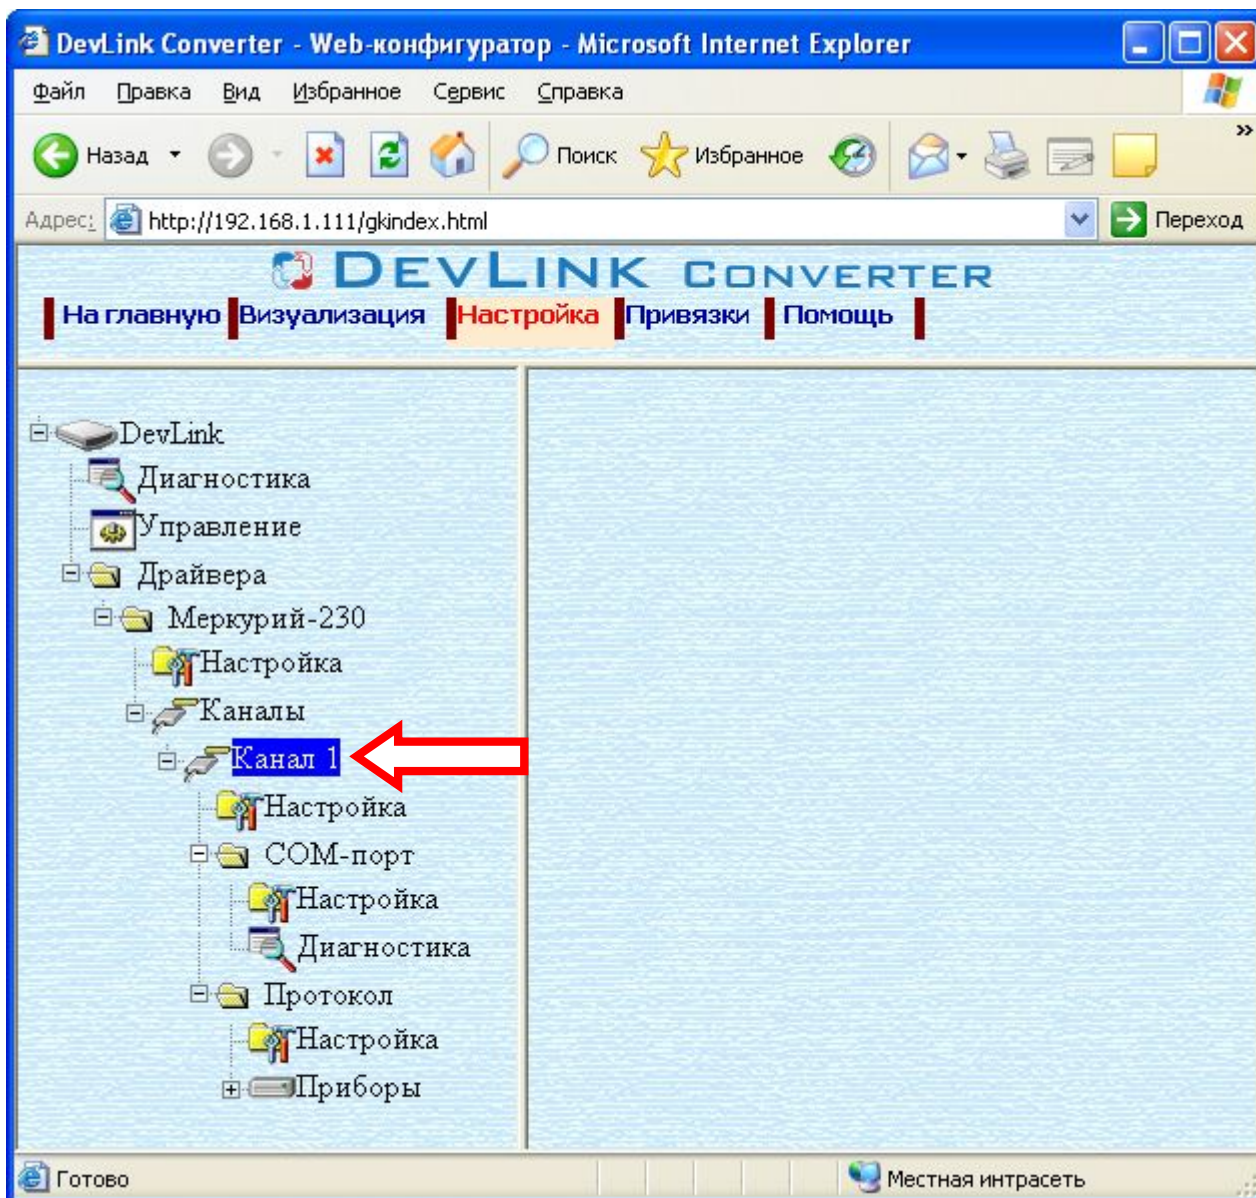

Рисунок 3.3 – Поддерево нового канала драйвера
- Нажмите на кнопку *«Добавить канал»*. В результате будет произведено добавление канала. Дерево объектов будет обновлено. Папка *«Каналы»* драйвера должна содержать поддерево, относящееся к новому каналу (рисунок 3.3).